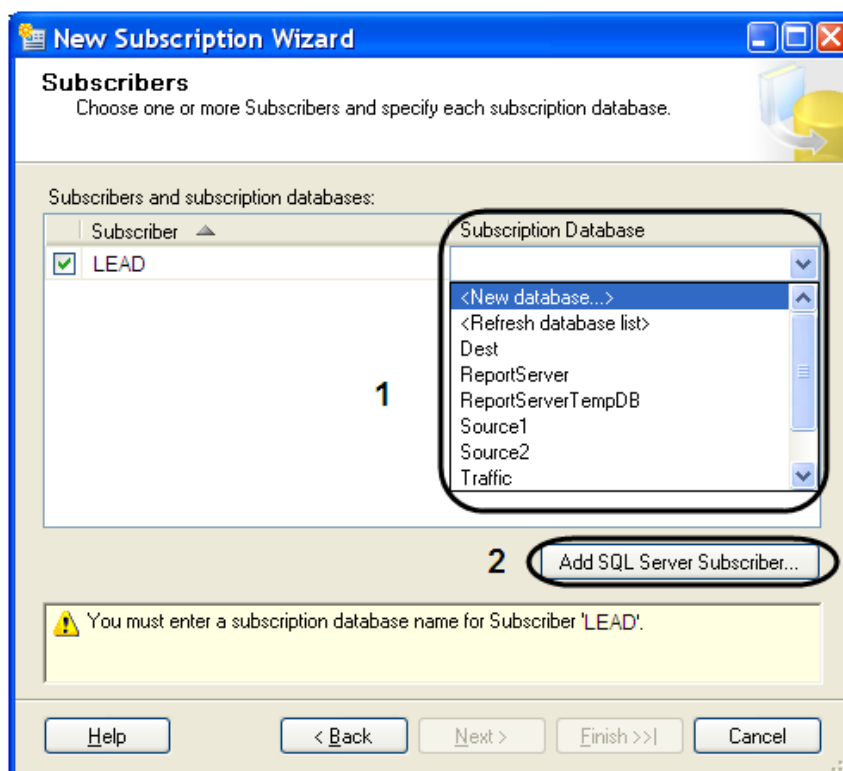

Рис. 11.3—16. Выбор базы данных подписчика
13. Для добавления подписчика SQL Server нажать кнопку «Add SQL Server Subscriber...» (см. Рис. 11.3—16, 2).